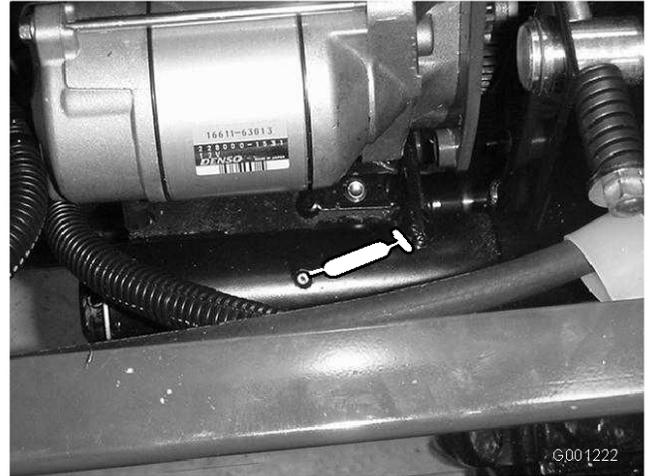

図 39
- ・ PTO のテンション・ピボット (図 39)
- ・ PTO の後ベアリング (図 39)